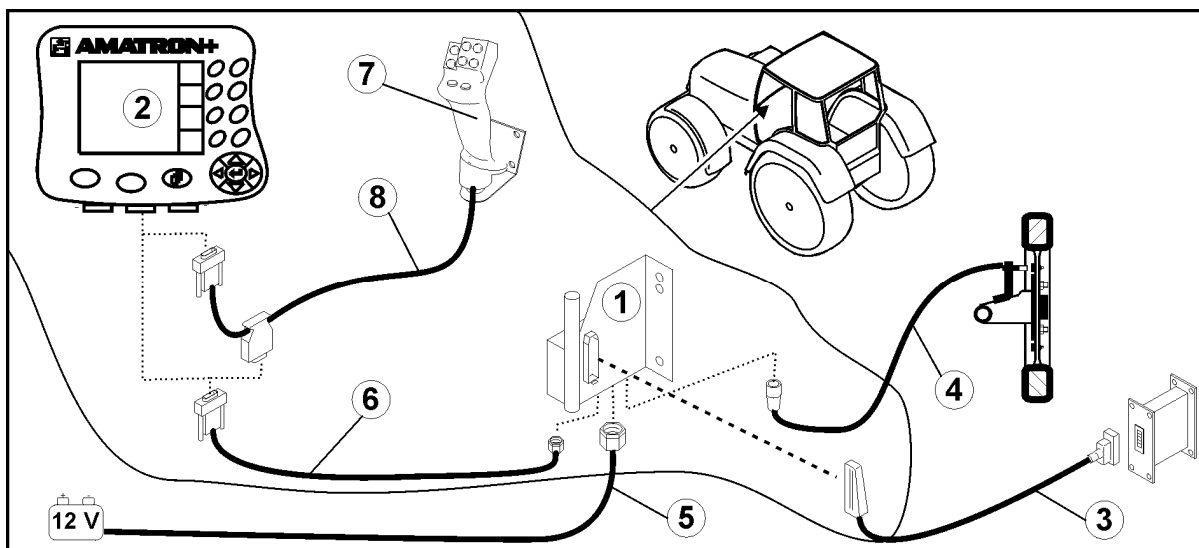
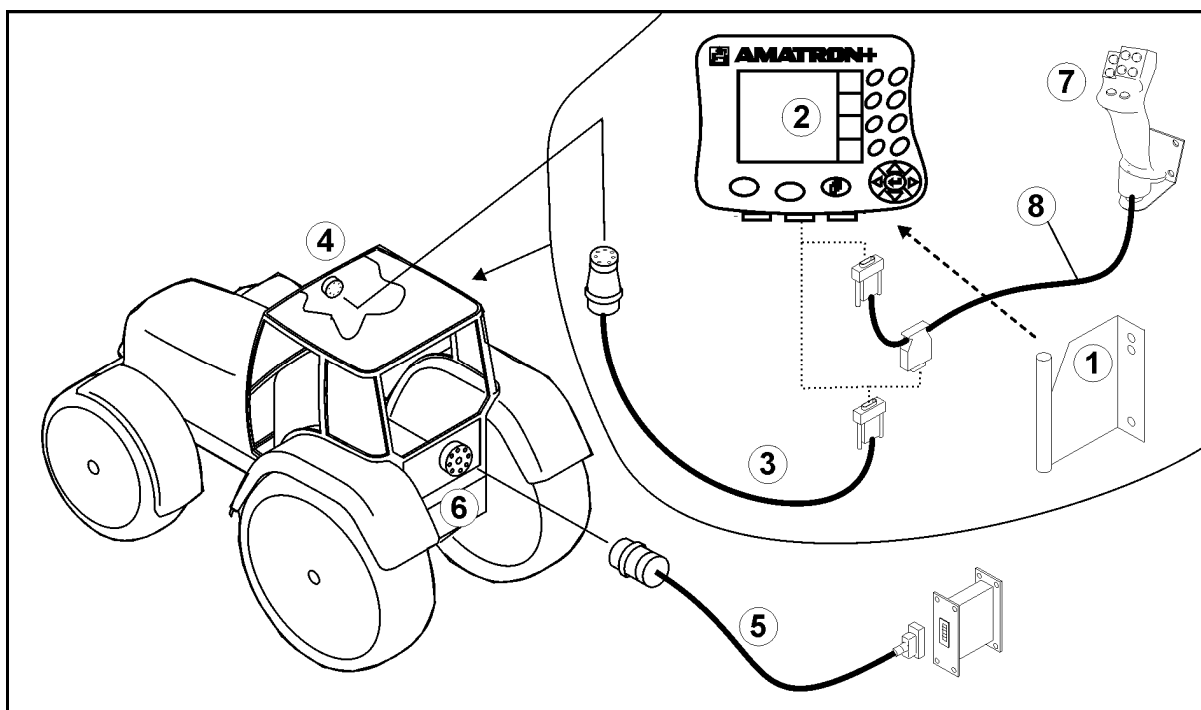

Fig. 2
Fig. 3
Eksempel (fig. 3/6)
Multifunktionsgrebet (Fig. 2/7) tilsluttes via et Y-kabel (Fig. 2/8).
- Traktorens basisudstyr (Fig. 2/1, ved standardtilslutning) og konsollen (Fig. 3/1, ved ISO-bus) skal monteres i højre syns- og grebsområde i forhold til føreren, så der ikke er svingninger, men elektrisk føring til kabinen.
- Batteritilslutningskabel (Fig. 2/5).
- Signalkabel til stikdåsen til traktorsignalet eller vejstrækningssensoren (Fig. 2/4).
- Forbindelseskabel til **AMATRON⁺** (Fig. 2/6).
- Monter **AMATRON⁺** (Fig. 2/2) på traktorens basisudstyr.
- Sæt forbindelseskablets stik (Fig. 2/6) i den midterste 9-polede sub-D-bøsning (Fig. 1/1).
- Slut ved hjælp af maskinstikket (Fig. 2/3) redskabet til **AMATRON⁺**.
- Sæt **AMATRON⁺** (Fig. 3/2) på konsollen (Fig. 3/1).
- Slut **AMATRON⁺** med den centrale 9-polede sub-D-bøsning (Fig. 1/1) med tilslutningskabel (Fig. 3/3) til Iso-bus-terminalens stikdåse (Fig. 3/4).
- Forbind via redskabets tilslutningskabel (Fig. 3/5) redskabet med Iso-bus-redskabsstikdåsen (Fig. 3/6).